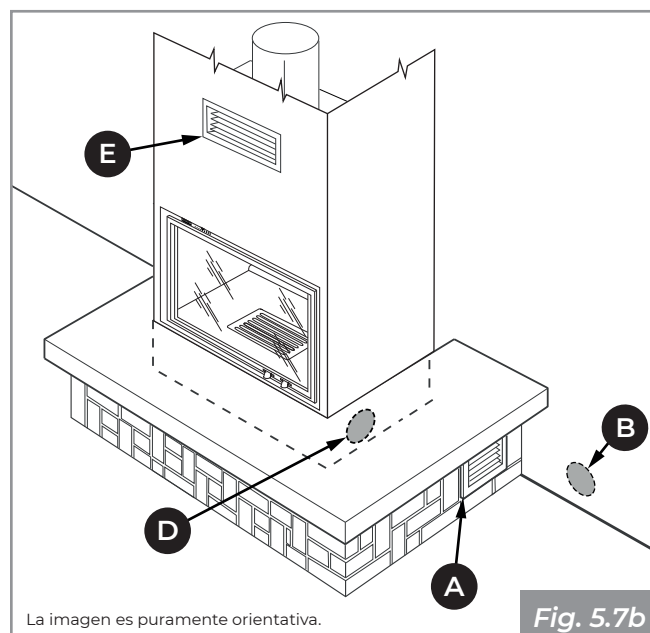

Fig. 5.7b
- **(Fig. 5.7b):** toma de aire exterior **(B)** realizada por fuera del revestimiento, con rejilla inferior suministrada para la recirculación del aire ambiente **(A)** en el lado del revestimiento;